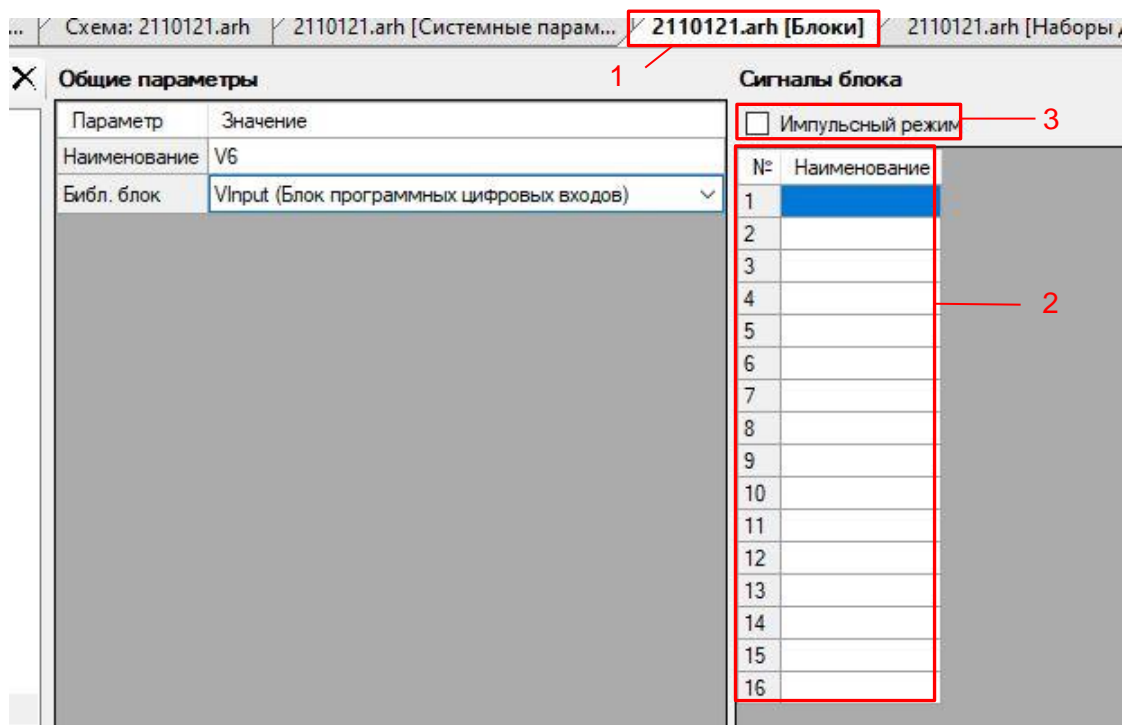

Рисунок 17 – Вкладка **Блоки**
4.6.1 В открытом окне **Блоки** (см. Рисунок 17, поз. 1) программы Конфигуратор указать наименование сигнала блока (см. рисунок 17, поз. 2).
4.6.2 Установить флажок **Импульсный режим** (см. рисунок 17, поз. 3).